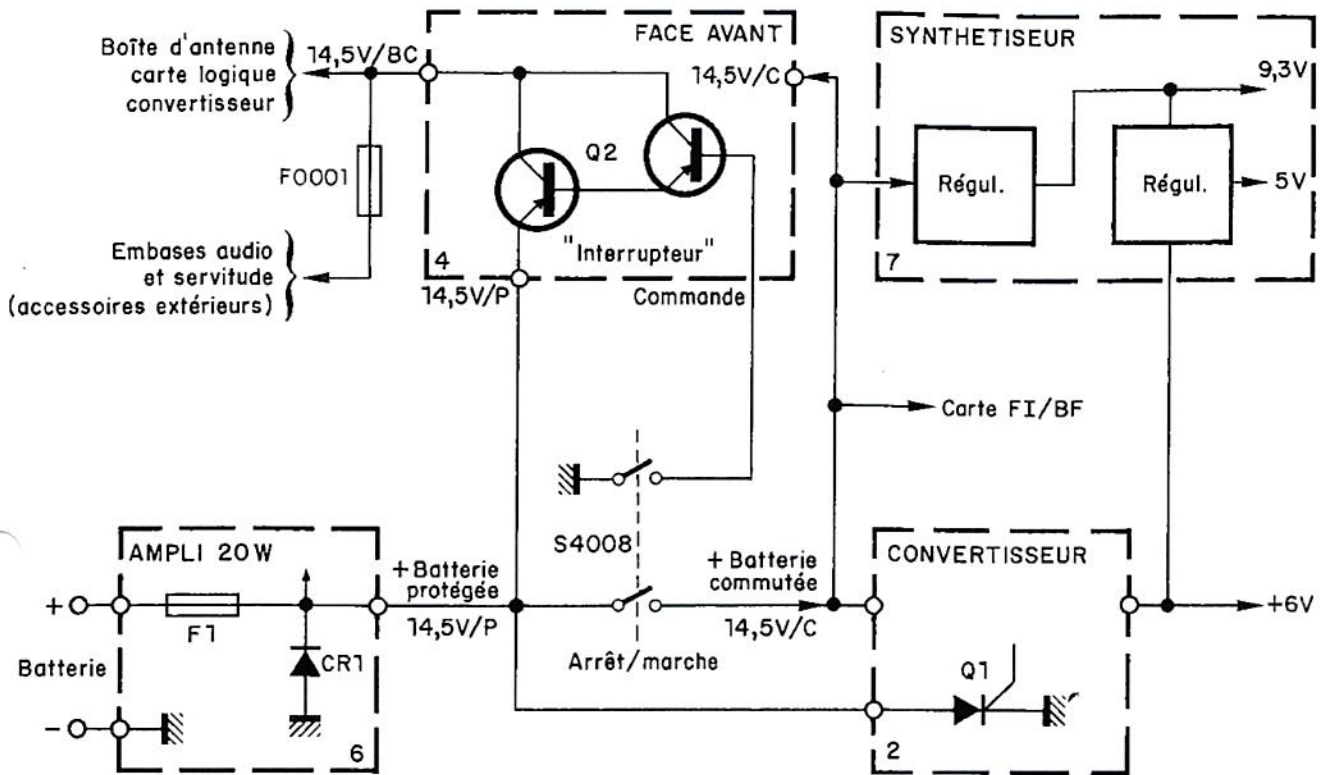

Fig. 2-7 Distribution des sources d'alimentation
2.5 - DISTRIBUTION DES TENSIONS CONTINUES ET COMMUTATIONS (fig. 2-7)